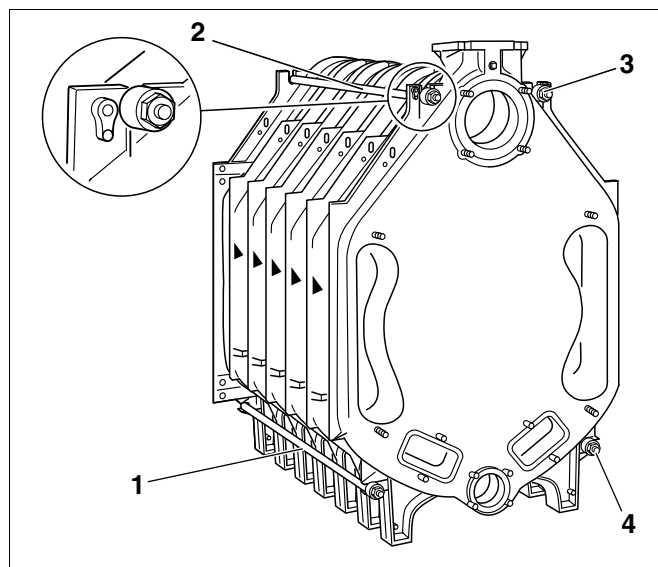

Fig. 19 Montage - tiges d'ancrage
- Introduire les tiges d'ancrage avec le paquet de ressorts dans les ergots en fonte à droite et à gauche, en haut et en bas à côté des moyeux de la chaudière (fig. 19, pos. 1 - 4).